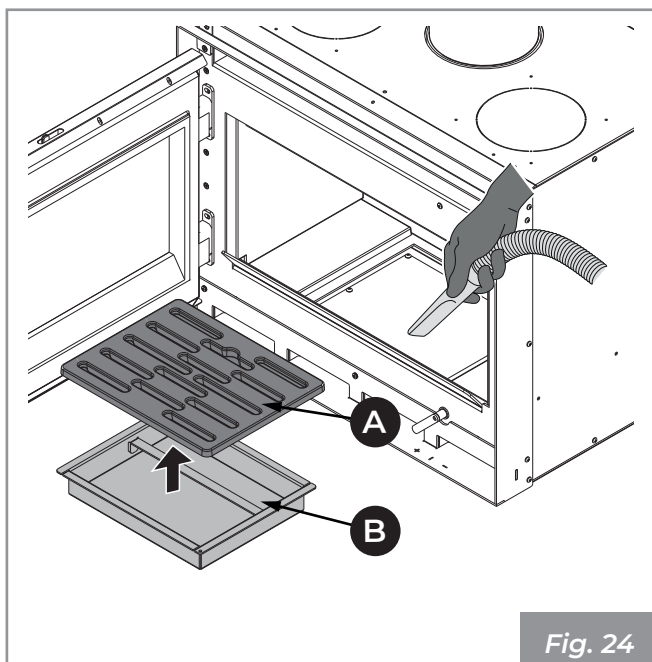

Fig. 24
- 1) Limpiar cuidadosamente la rejilla (A) (Fig. 24). Retirla y efectuar la limpieza del fogón utilizando una escobilla (no en dotación) llevar los residuos de la combustión al cajón de cenizas.